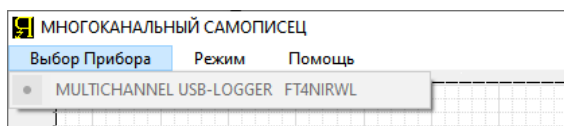
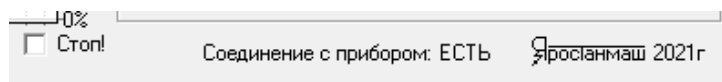

Рисунок 7. Настройка соединения с прибором
Рисунок 19. Индикатор состояния связи с прибором
6. В верхней строке меню Компьютерного Интерфейса нажмите пункт "Выбор Прибора" (см. Рисунок 7), из списка устройств выберете устройство "MULTICHANNEL USB-LOGGER". С этого момента соединение с прибором должно быть установлено, индикатор связи "Соединение с прибором:" (см. Рисунок 19) должен принять вид "ЕСТЬ".